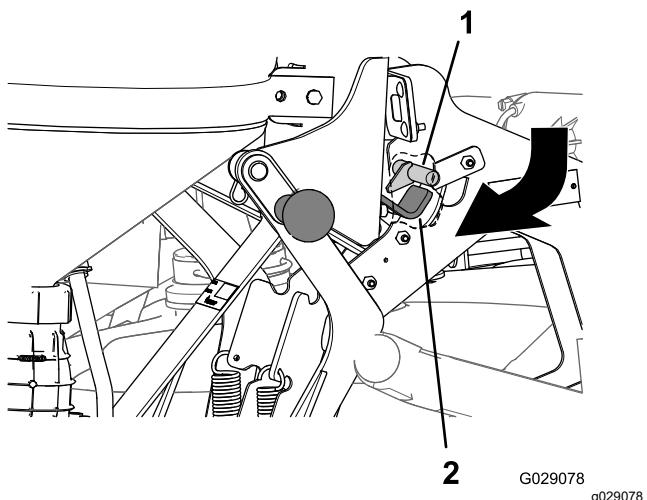

图 34
3. 向外向下拉出清洁加药器手柄直到背板内侧的闩锁钩脱离主支架总成的闩锁杆图 34。
3. 推入托架顶部的手柄直到闩锁的挂钩部分与主支架闩锁杆的后面对齐 图 34。